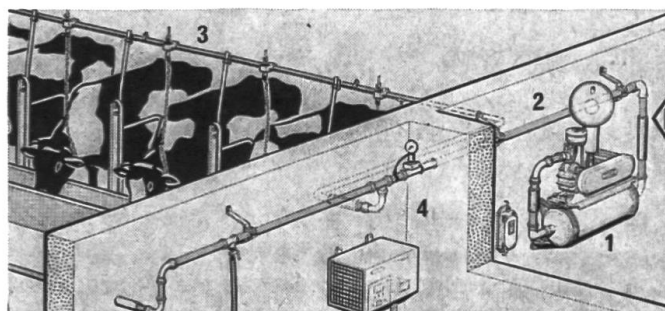

Fig. 2:
3. Raccorder l'autre extrémité du tuyau flexible à la conduite à vide de l'installation (par exemple au bout de cette conduite, à la valve de purge, etc.) (Figure 2, I). Tous les raccords du côté aspiration de la pompe doivent être étanches.